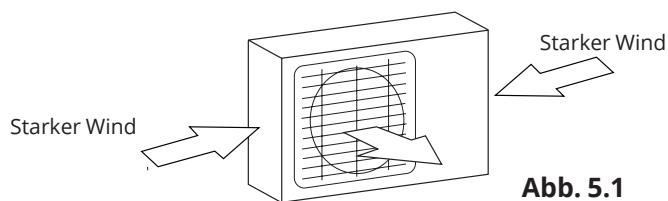

Abb. 5.1
- ☑ eine Abdeckung. (Siehe Abb. 5.1 und 5.2)